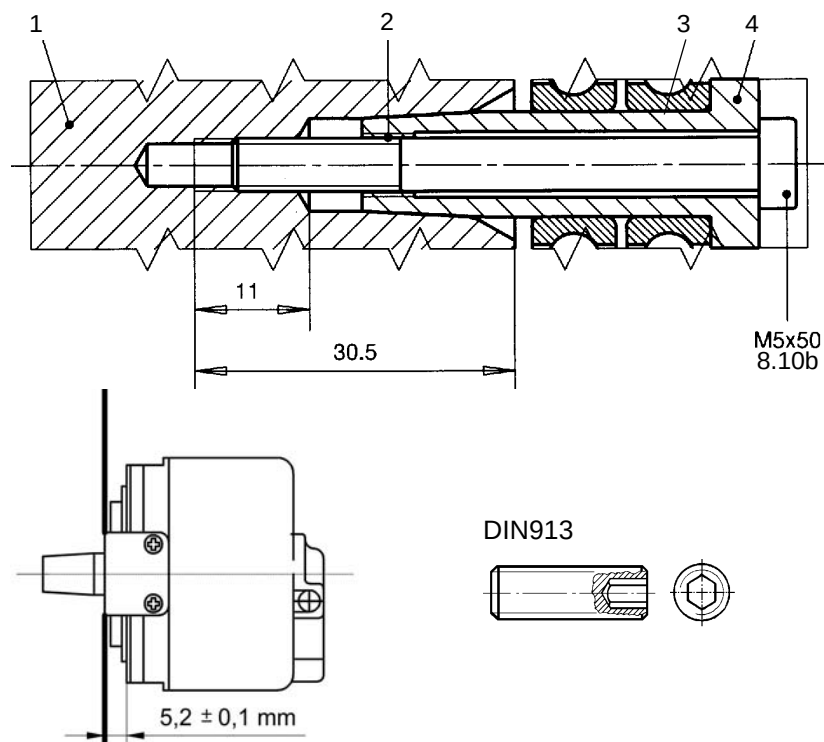

Fig. 6 Assemblage arbre moteur - arbre de capteur
- A titre de protection du centrage, visser une vis sans tête, ex. M5x30 DIN 913 (voir Fig. 6) dans le trou taraudé du bout d'arbre et extraire le capteur au moyen d'une vis M6.